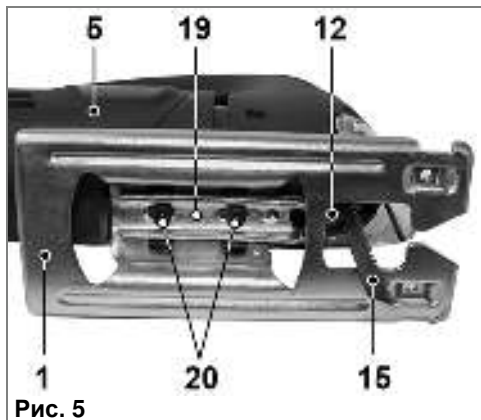

Рис. 5
**Внимание!** Избегайте излишне плотного прижатия опорным роликом (12) пыльного полотна (15), т.к. это может привести к повышенному износу штока лобзика и преждевременному выходу инструмента из строя.
7.4. Наклон подошвы (Рис. 5, 6). Для моделей ЛЭ-500/45 и ЛЭ-500/45Э.
**7.3. Установка опорного ролика (Рис.5).** Для моделей ЛЭ-500/45 и ЛЭ-500/45Э.